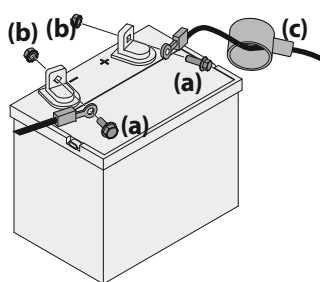

Figura 14
1. Remova a tampa plástica, se houver, do cabo positivo da bateria. Fixe o conector vermelho ao terminal positivo da bateria (+) usando o parafuso (a) e a porca sextavada (b). Veja a Figura 14.
2. Retire a tampa de plástico, se houver, do terminal negativo da bateria e conecte o cabo preto ao terminal negativo da bateria (-) com o parafuso e a porca hexagonal. (b) Veja a Figura 14.